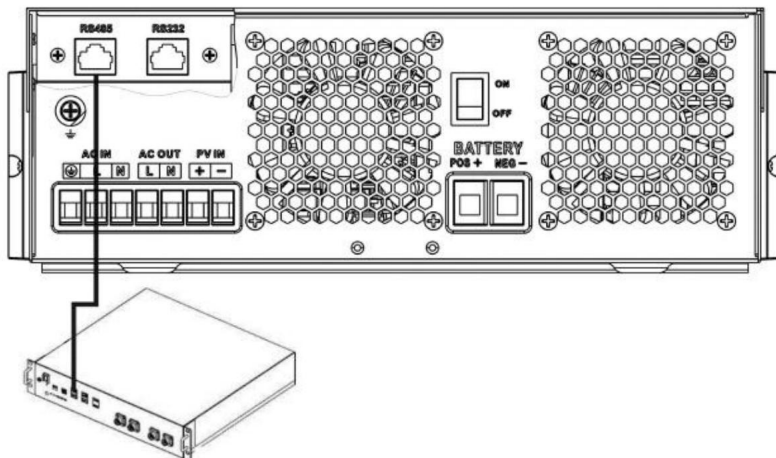

Fig 1
Étape 1. Utilisez le câble RS485 pour connecter l'onduleur et la batterie au lithium comme illustré à la figure 1.